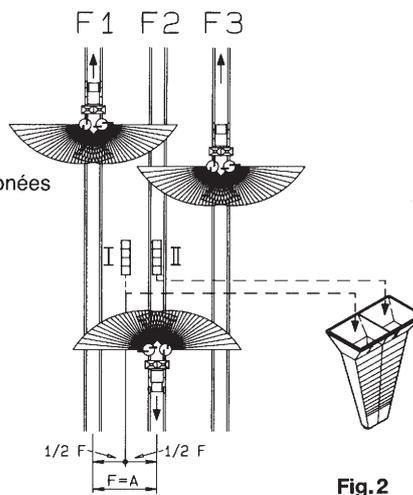

Fig. 2
- 3.2 wenn ja, 2. und 3. Fahrgasse abfahren (Fig. 2).